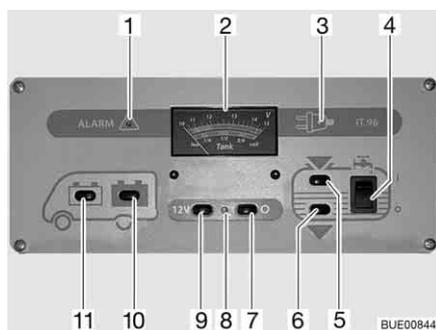

Fig. 106 Pannello di controllo IT 96-2
L'interruttore principale a 12 V (Fig. 106,7 e 9) inserisce o disinserisce il pannello di controllo e l'alimentazione a 12 V dell'abitacolo.
Accensione: ■ Premere l'interruttore (Fig. 106,9) "12 V": L'alimentazione a 12 V dell'abitacolo è inserita. La spia di controllo (Fig. 106,8) diventa verde.
Spegnimento: ■ Premere l'interruttore (Fig. 106,7) "O": L'alimentazione a 12 V dell'abitacolo è disinserita. La spia di controllo (Fig. 106,8) si spegne.
Per l'indicatore volt/serbatoio (Fig. 106,2) leggere la scala superiore. L'indicatore si illumina automaticamente appena viene premuto un interruttore.
- Premere l'interruttore (Fig. 106,11) : Viene indicata la tensione della batteria di avviamento.
- Premere l'interruttore (Fig. 106,10) : Viene indicata la tensione della batteria dell'abitacolo.
Per l'indicatore volt/serbatoio (Fig. 106,2) leggere la scala inferiore. L'indicatore si illumina automaticamente appena viene premuto un interruttore.
- Premere l'interruttore (Fig. 106,5) "": Viene indicato il livello del serbatoio dell'acqua.
- Premere l'interruttore (Fig. 106,6) "": Viene indicato il livello del serbatoio delle acque grigie.
Accensione: ■ Premere in alto l'interruttore a bilico (Fig. 106,4) "I": L'alimentazione idrica è accesa.
Spegnimento: ■ Premere l'interruttore a bilico in basso (Fig. 106,4) "O": L'alimentazione idrica è spenta.
La spia luminosa rossa "ALARM" (Fig. 106,1) inizia a lampeggiare non appena la tensione della batteria dell'abitacolo scende al di sotto di 11 V (misurazione durante il normale esercizio) con conseguente rischio che la batteria si scarichi troppo.
La spia di controllo a 12 V (Fig. 106,8) si accende non appena l'interruttore principale a 12 V (Fig. 106,9) viene inserito.
La spia gialla di controllo a 230 V (Fig. 106,3) si accende quando all'ingresso della centralina elettrica è presente una tensione di rete.